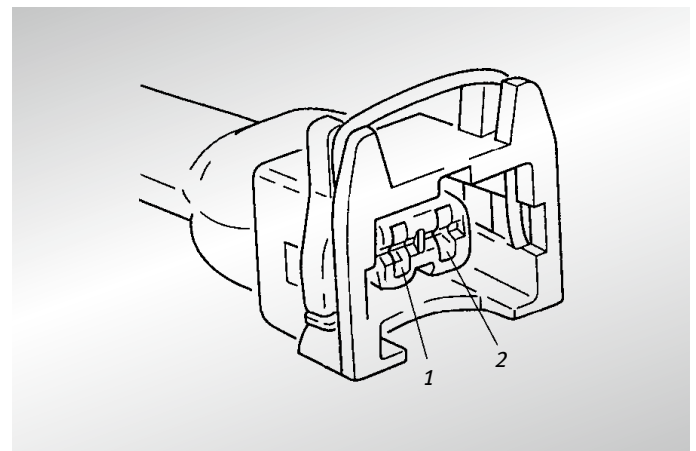

Fig. 4 Ficha EUV
A alimentação de tensão existe no contacto 1 ou 2, fig. 4. O outro contacto destina-se ao comando da massa.
- Consoante o veículo, verificar a tensão no contacto 1 ou 2 da ficha, fig. 4 e massa.